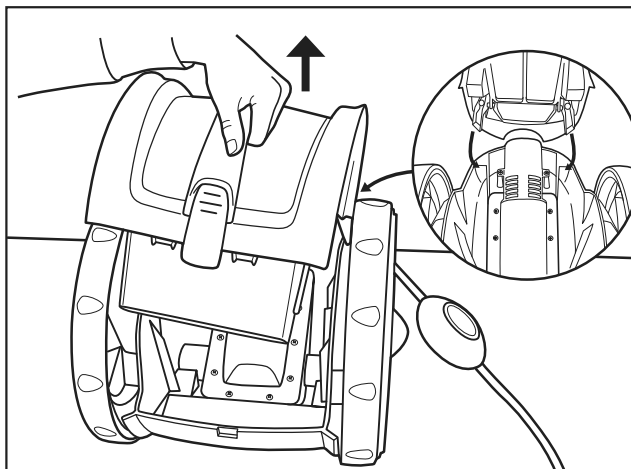

Figure 10. Retirer la cartouche filtrante/Ensemble couvercle
- Retirer l'ensemble filtre du corps, tel qu'il est illustré à la Figure 10.